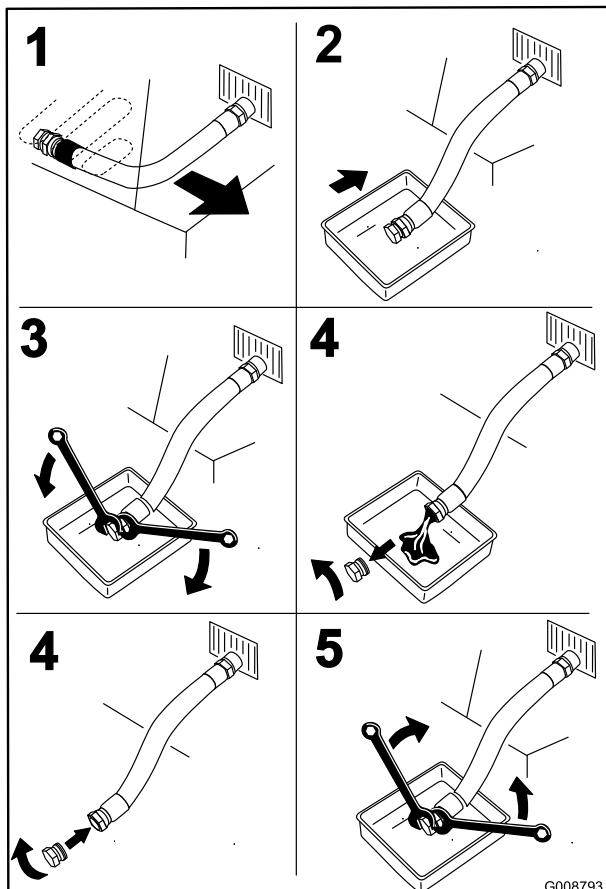

Figura 39
4. Cambiate l'olio motore (Figura 39).